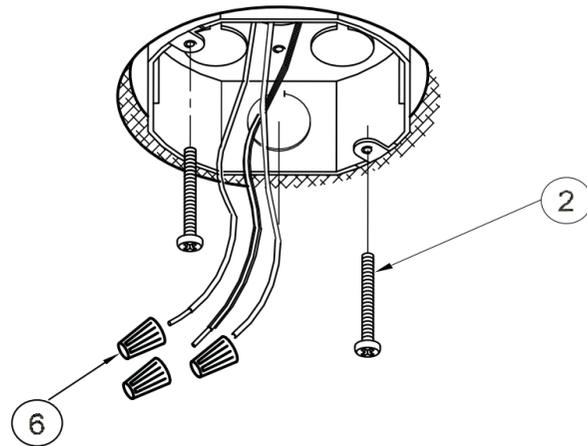

Figure 2
Voir la figure 2.
- Rez appareil en soulevant Fixture de logement (3) à la boîte de jonction et brancher le fil de terre nu de cuivre de la boîte et le fil de terre vert de l'appareil avec un écrou de fil
- Utiliser les serre-fils pour connecter le fil noir de l'appareil au fil noir d'alimentation et le fil blanc (neutre) de l'appareil au fil blanc d'alimentation. Voir la figure 2.
- Placer le boîtier de l'appareil sur la boîte de jonction, aligner les fentes en trou de serrure du boîtier du luminaire sur les vis dépassant de la traverse installée sur la boîte de jonction. Pivoter le boîtier pour situer les vis dans les fentes, puis serrer les vis pour fixer le boîtier au plafond. Voir la figure 2.
- Alignez la tige filetée (7) à l'orifice central du boîtier Poussez l'ensemble de boîtier (3) sur la surface du plafond. Installez la l'écrou borgne(5) sur la tige (7) et fixez le dispositif
- Remettre le diffuseur (4), et les faiteaux (1).
2. **Thread two 1.5" Screws (2)** about ¼" into junction box. **See Fig 2.**
3. **Ground fixture by lifting Fixture Housing (3)** to junction box and connect the bare copper ground wire from the junction box and the green ground wire from the fixture with a wire nut (6). **See Fig 2.**
4. **Use Wirenuts (6) to connect** the black fixture wire to the black power supply wire and the white (*neutral*) fixture wire to the white power supply wire. **See Fig 2.**
5. **Hold Fixture Housing (3) in one hand and with the other hand position wires up into junction box.**
6. **Position Fixture Housing over junction box**, aligning keyholes in Fixture Housing with two Screws (2) previously mounted to the junction box. Rotate the fixture housing to locate the Screws in the slots and tighten Screws to secure the housing against ceiling. **See Fig 2.**
7. **Thread Hex Nut (5) about 1/4" onto the Nipple (7), and then nipple into the bracket hole Fixture Housing Assembly(3).**
8. **To install Diffuser (4)**, align center hole of diffuser over nipple and screw on Final (1) to secure Diffuser up against the Fixture Housing Assembly (3).
2. Enrosque (2) tornillos de 1.5" como ¼" dentro de la barra transversal. Vea Fig. 2
3. Accesorio de tierra levantando Fixture Vivienda (3) a la caja de conexiones y conecte el cable a tierra de cobre desnudo de la caja y el alambre verde de tierra del aparato con una tuerca para cable Vea Fig. 2
4. Use Capuchones de Alambres para conectar el alambre negro de la luminaria al alambre negro suplidor de electricidad y el alambre blanco (neutral) de la luminaria al alambre blanco suplidor de electricidad. Vea Fig. 2.
6. Coloque caja de la luminaria sobre la caja de ensambladura alineando los agujeros de la caja de la luminaria con los tornillos que extienden de la barra transversal previamente montados a la caja de ensambladura. Gire la caja de la luminaria hasta localizar los tornillos en las ranuras y apriete los tornillos para asegurar la caja de la luminaria contra el techo. Vea Fig. 2.
7. **Rosque la Tuerca Hexagonal (5) como 1/4" en la Entrerrosca (7)** y rosque la Entrerrosca en el agujero localizado en el Carcasa (3).
8. **Para instalar el Difusor (4)**, alinee el agujero de centro del difusor sobre la Entrerrosca y rosque el tornillo en la tapa de Final (1) para asegurar el Difusor contra el Ensamblaje de la Carcasa (3) del Luminario.